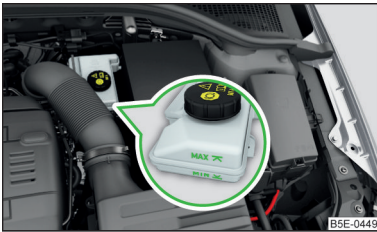

Abb. 325
Bremsflüssigkeitsstand prüfen - der Bremsflüssigkeitsstand muss zwischen den Markierungen „MIN“ und „MAX“ liegen » Abb. 325.
- Sinkt der Flüssigkeitsstand innerhalb kurzer Zeit deutlich ab oder sinkt er unter die Markierung „MIN“ » Abb. 325, so kann die Bremsanlage undicht geworden sein. 🚫 Nicht weiterfahren - es besteht Unfallgefahr! Die Hilfe eines Fachbetriebs in Anspruch nehmen.